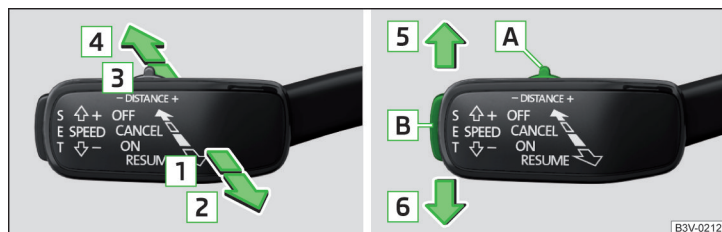

Fig. 284 Palanca de mando
Vista general de las funciones de la ACC que se manejan con la palanca » fig. 284
- Pulse **SET** » fig. 284 de la pág. 250.
- Ajustar la palanca en la posición con resorte **RESUME** » fig. 284 de la pág. 250.
- Ajuste la palanca en la posición con resorte **CANCEL** » fig. 284 de la pág. 250.
La velocidad deseada se ajusta o se cambia con la palanca de mando » fig. 284 de la pág. 250.
➤ Ajuste el conmutador **DISTANCE** en la posición con resorte – o + » fig. 284 de la pág. 250.
Se puede interrumpir una aceleración en todo momento pisando el pedal de freno o pulsando el punto de presión **CANCEL** en la palanca de mando » fig. 284 de la pág. 250.